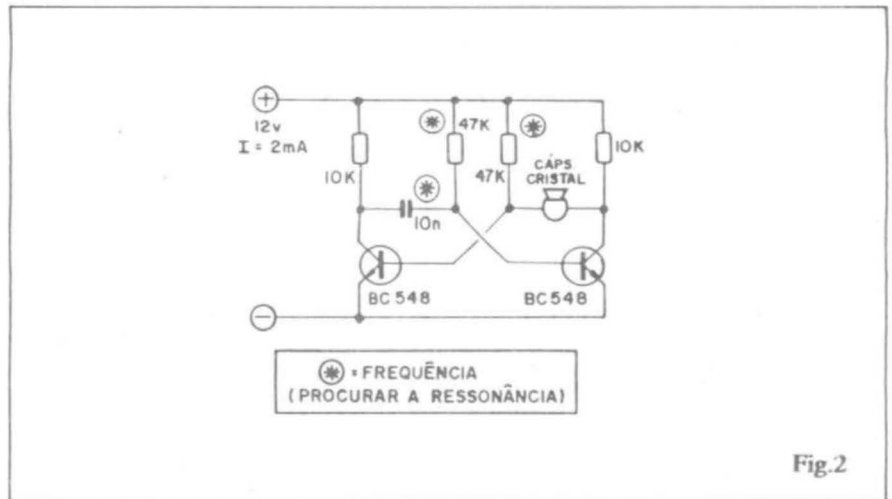
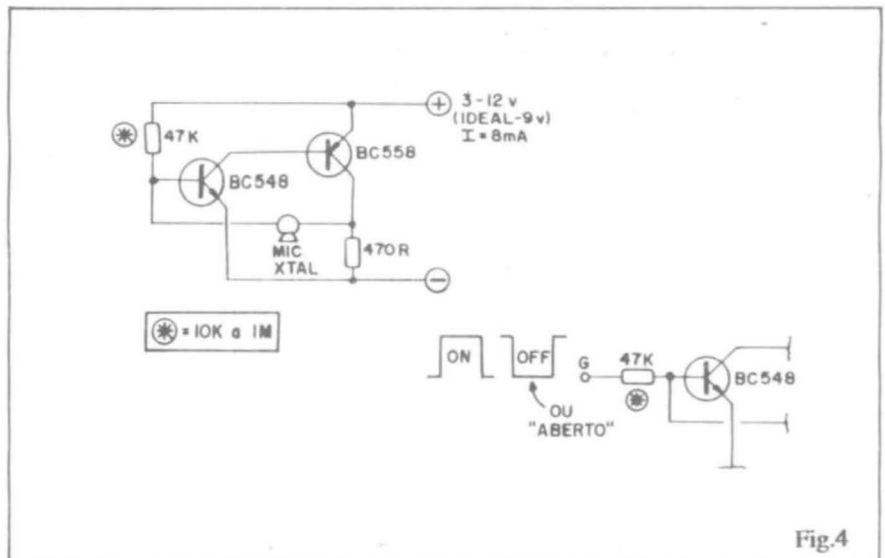

Fig.2
Fig.4
- FIG. 2 - Primeira idéia para um **buzzer** “feito em casa”... Um simples circuito com dois transistores bipolares “universais” (admitem “uma pá” de equivalências...), estruturados em ASTÁ-
FIG. 4 - Provavelmente o **melhor** de todos os arranjos aqui sugeridos para a "confeção" de um **buzzer**... Representa a melhor solução de compromisso entre **tamanho/custo/nível do sinal gerado/faixa de tensão operacional/consumo de corrente!** O CIRCUITIM nada mais é do que um **ASTÁVEL** formado por dois transístores bipolares complementares (um NPN e um PNP), que - inclusive - admitem uma série enorme de equivalências. Parecido com o que ocorre na ideia da fig. 2, uma cápsula de cristal (piezo), tipo "microfone" assume o lugar tradicionalmente reservado ao capacitor de realimentação